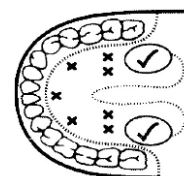

Figura 2
a. **Uso Oral:** Coloque o termômetro sob a língua na posição indicada com um ✓ na Figura 2. Feche a boca e respire somente pelo nariz, para evitar que a medição seja alterada pelo ar inspirado/expirado. A temperatura é considerada normal entre 35,7°C e 37,3°C.